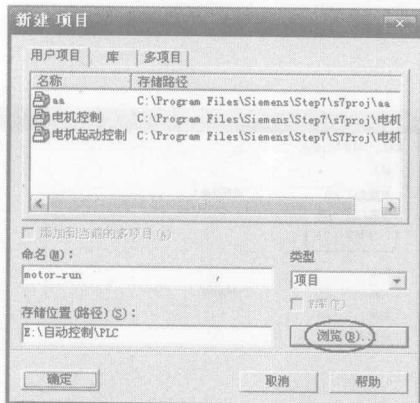

图 1-15 建立新项目
(1) 执行菜单命令“文件/新建...”，在打开的对话框中单击“浏览”按钮选择项目的存储位置，建立一个新项目名为“motor_run”，如图 1-15 所示。